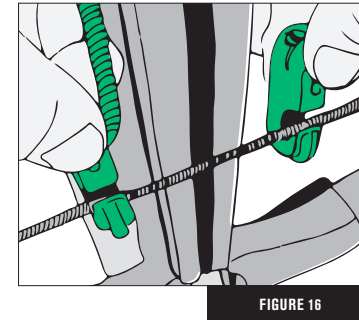

FIGURE 16
4. Placez les crochets de la corde d'armement sur la corde de l'arbalète, de chaque côté du rail de lancement. Pour obtenir une force de traction maximale, placez les crochets d'armement vers le haut, et non pas vers le bas. (Fig. 16)